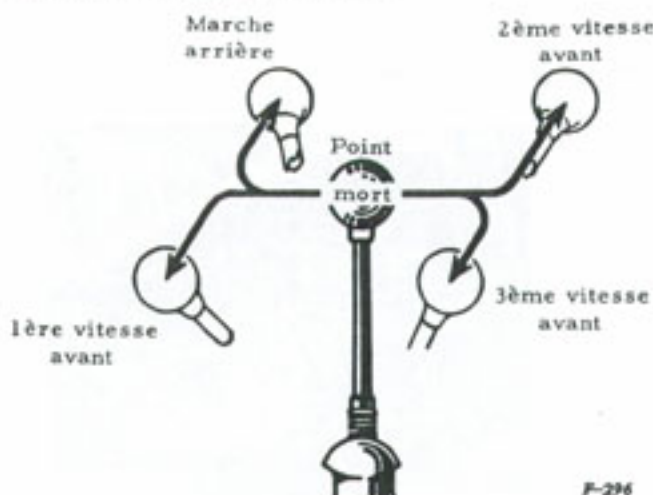

Figure 6
Ce levier sert à sélectionner les divers rapports d'engrenages prévus dans la boîte de vitesses. Il y a trois vitesses avant et une vitesse arrière. Voyez figure 6.
1. Amenez le levier de changement de vitesse au point mort. Voyez figure 6.